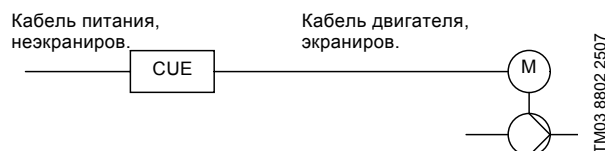

Рис. 41 Пример монтажа без фильтра
**Внимание:** Кабель двигателя должен быть всегда экранированным независимо от того, установлен или нет выходной фильтр. Кабель питания не обязательно должен быть экранированным. См. рис. 41 и 42.